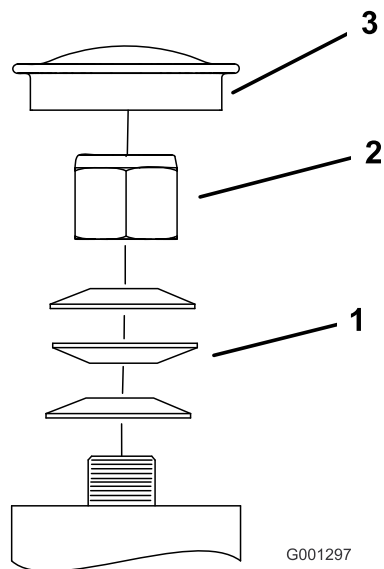

Figure 55
3. Retirez le capuchon antipoussière de la roue pivotante et serrez le contre-écrou (Figure 55).
4. Continuez de serrer le contre-écrou jusqu'à ce que les rondelles élastiques soient aplaties, puis desserrez-le d'un quart de tour pour obtenir la précharge correcte des roulements (Figure 55).
Important: Veillez à placer les rondelles élastiques comme montré à la Figure 55.
5. Reposez le couvre-moyeu (Figure 55).